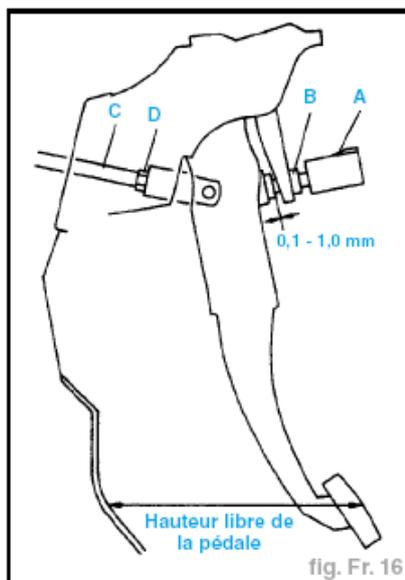

fig. Fr. 16
- Desserrer le contre-écrou **B** et tourner le contact **A** jusqu'à ce qu'il ne soit plus en contact avec la pédale (fig. Fr. 16).
- Desserrer le contre-écrou **D** et tourner la tige **C** pour aligner les trous de la fourche et de la pédale (fig. Fr. 16).